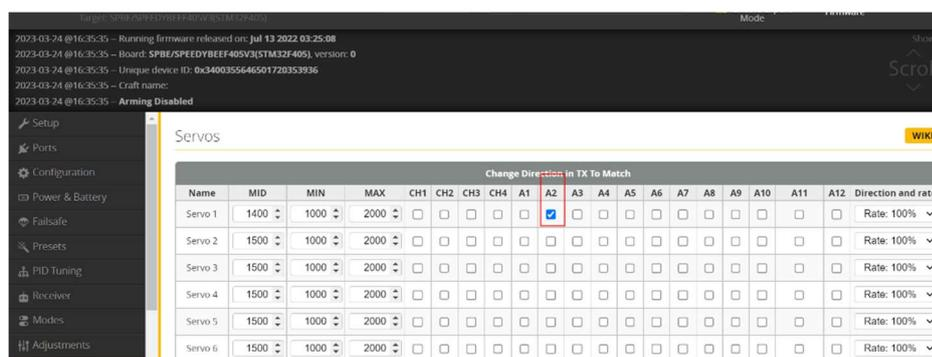

Рис.9 – Вкладка «Servo»
2.6 Установіть відповідний канал дистанційного керування на вкладці «Servo» рис.9.